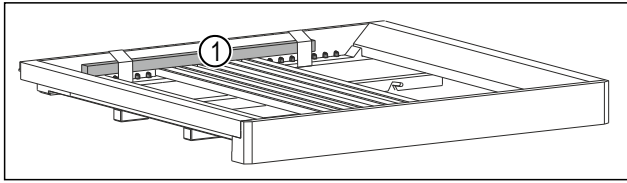

Fig. 7*
- ▶ Holzstab Fig. 7 [1] entfernen.*